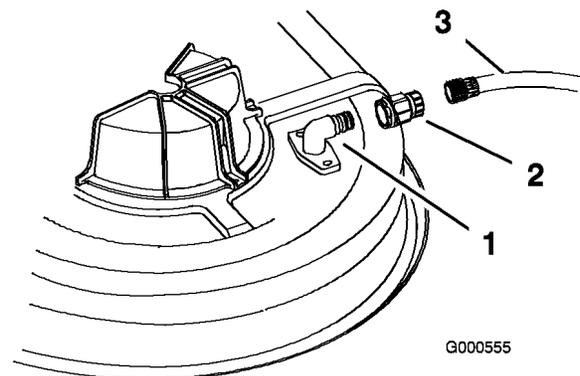

Figure 51
3. Vissez le raccord de flexible à l'embout de lavage du carter de tondeuse et ouvrez l'eau en grand (Figure 51).